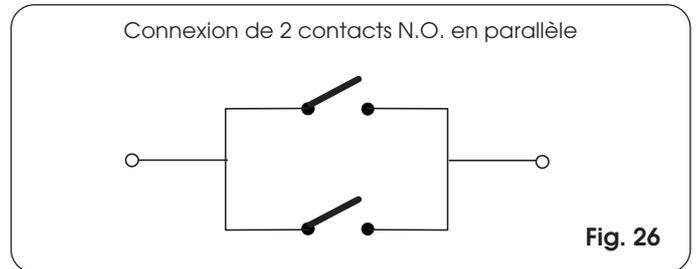

Fig. 26
N.B.: si deux dispositifs avec un contact N.O. ont la même fonction, les connecter en parallèle entre eux (Fig. 26).